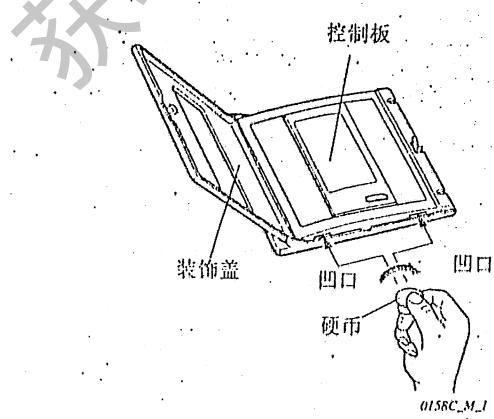

图 37
④ 从后壳拆卸控制板
- 揭开装饰盖，然后就可在控制板底部看到2个凹口。往这些凹口插进硬币并扭转就能打开控制板。(图37)